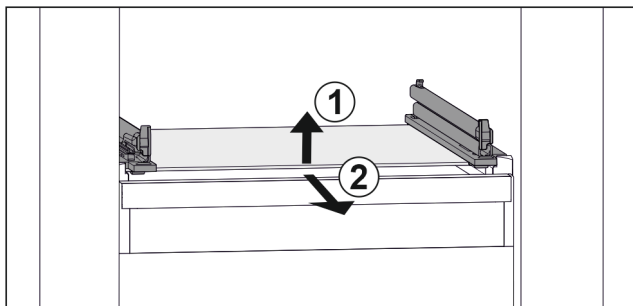

Fig. 72 Príklad zobrazenia sklenenej dosky
- ▶ Nadvihnite sklenenú dosku vpredu. Fig. 72 (1)
- ▶ Odoberte sklenenú dosku dopredu. Fig. 72 (2)